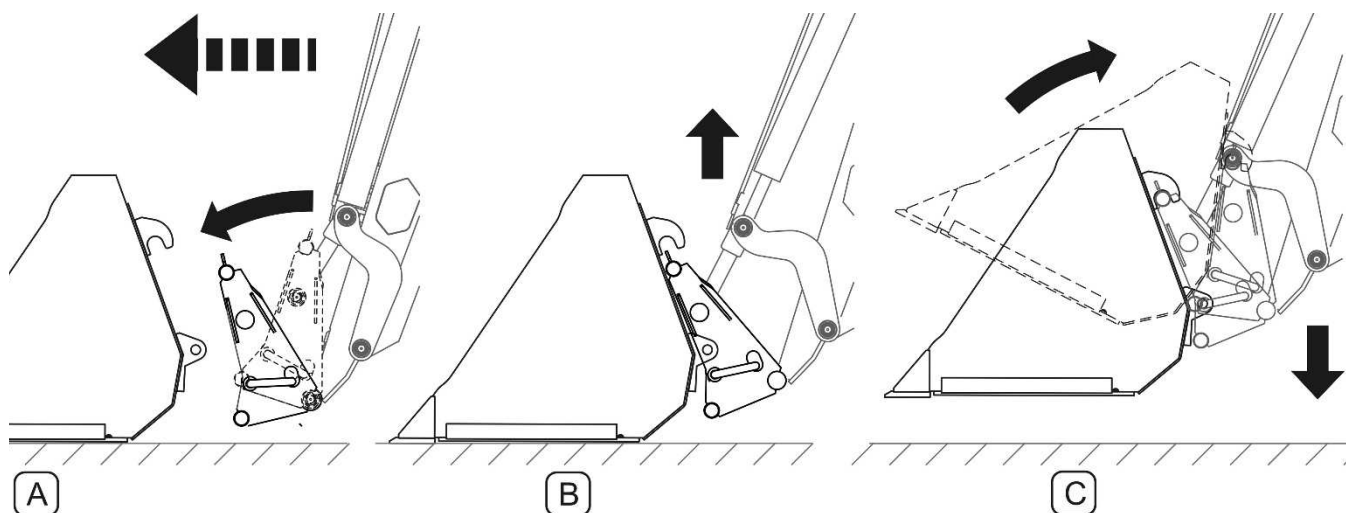

РИСУНОК 4.20 Монтаж рабочего органа
- опустить стрелу и повернуть рамку быстрого крепежа вперед таким образом, чтобы места крепления на рамке быстрого крепежа оказались ниже мест крепления в рабочем органе; (А, РИСУНОК 4.20)
- поднять стрелу, зацепляя места крепления в рамке стрелы за крюки оборудования; (В, РИСУНОК 4.20)
- управляя рычагом в кабине, опустить стрелу и отклонить рамку назад, вызывая тем самым блокировку быстроразъемного соединения; (С, РИСУНОК 4.20)